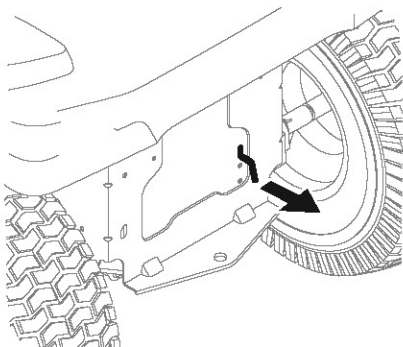

Figura 1
1. Acople la varilla de derivación de la transmisión para mover el tractor manualmente sin ponerlo en marcha. La varilla de derivación de la transmisión está ubicada en la parte trasera del tractor, sobre el bastidor. Acople la varilla de derivación tirando hacia afuera. Consulte la Figura 1.
2. Después de mover el tractor, desacople la varilla de derivación hidrostática empujando la varilla hacia adentro. Consulte la Figura 1.